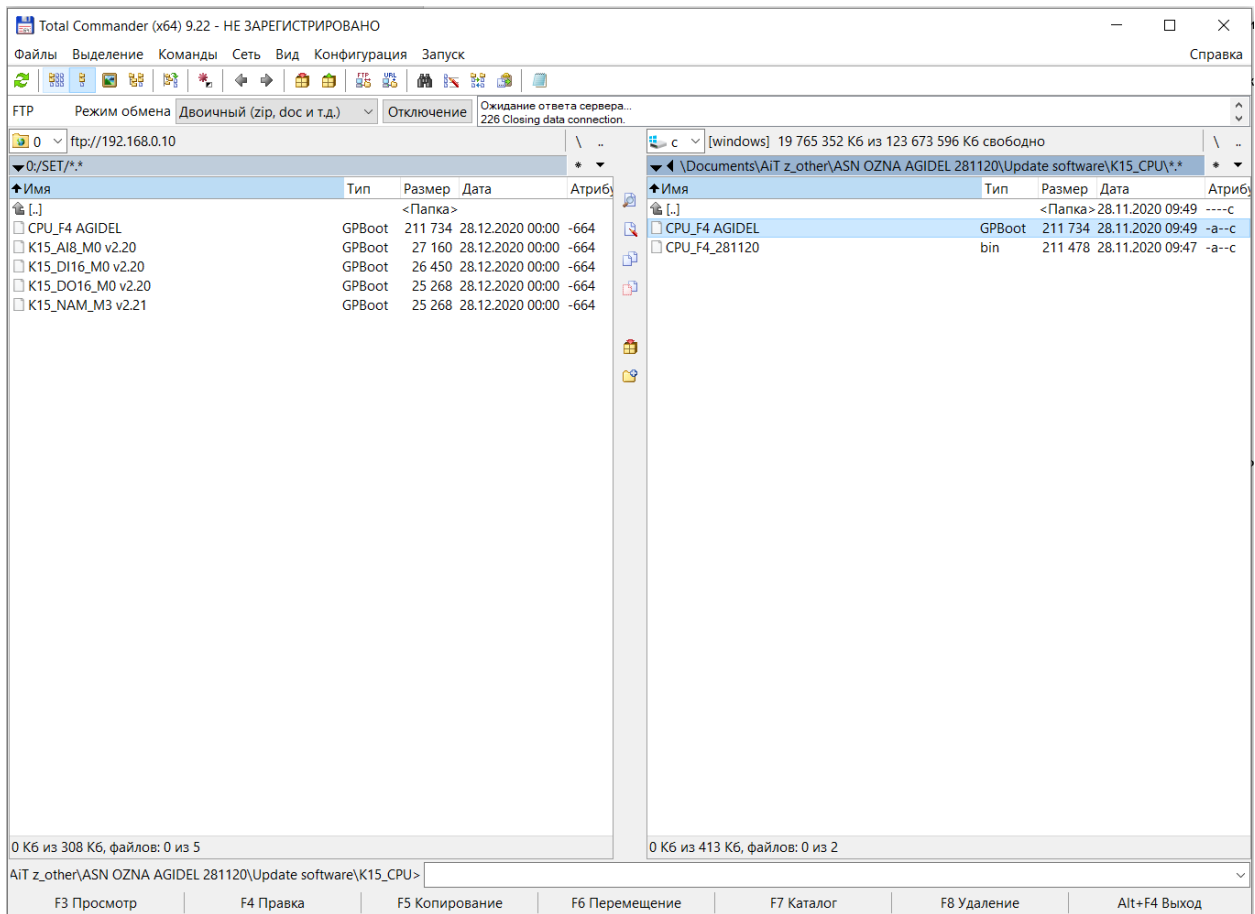

Рисунок 1 Работа с FTP сервером контроллера
1. Соединить контроллер K15-CPU с ПК при помощи Ethernet кабеля. На ПК открыть ПО Total commander и осуществить подключение к FTP серверу контроллера по его IP адресу. Перейти в директорию SET. Рекомендуется удалить другие файлы обновления ПО K15_CPU из папки. Скопировать файл обновления K15-CPU с расширением .gpboot в директорию SET. (рисунок 1).
1. Соединить контроллер K15 с ПК при помощи Ethernet кабеля. На ПК открыть ПО Total commander и осуществить подключение к FTP серверу контроллера по его IP адресу. Перейти в директорию SET. Рекомендуется удалить другие файлы обновления ПО модулей из папки. Скопировать файлы обновления модулей с расширением .gpboot в директорию SET. (рисунок 1).